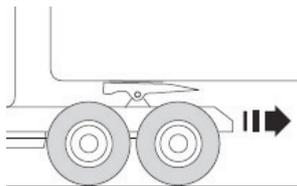

Figura 4
- 6- Inverta o veículo lentamente até o acoplamento da 5ª roda ativar (consulte a Figura 4). A alavanca de segurança da mola deve regressar à sua posição original automaticamente (consulte a Figura 5).